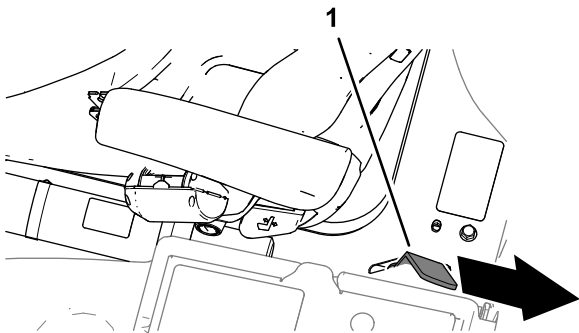

Figura 46
3. Abbassate completamente la piattaforma e spostate la maniglia di fermo verso la parte posteriore della macchina fino a quando il fermo non si innesta completamente sulla barra di bloccaggio (Figura 46).